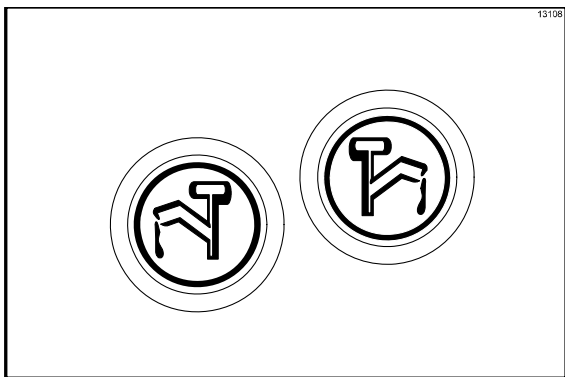

Рисунок 63
1. Установите нагреватели топпингов в положение ВЫКЛ, нажав на символы нагревателей 🕒 🕒. Когда нагреватели будут отключены, символы перестанут гореть. (См. рис. 63)